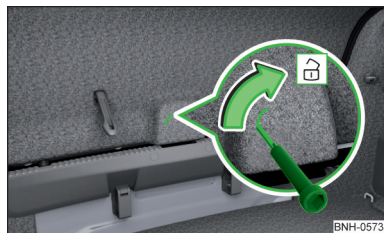

Fig. 163
- › Introduceți în degajarea din capitonaj » fig. 163 o șurubelniță sau o altă unealtă asemănătoare, până la capăt.